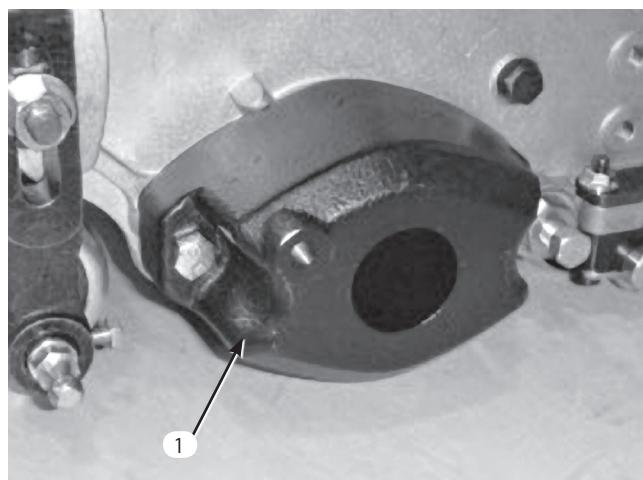

図5
A カウンタ・ウェイトをカッティングユニットの左側に固定しているキャップスクリュ (2本) を取る。カウンタ・ウェイトを取り外す (図5)。
- E. 駆動カップラの内面にグリスを塗る。駆動カップラを、カッティングユニットのリール・チューブの左端に取り付け、スナップ・リングで固定する(図5)。